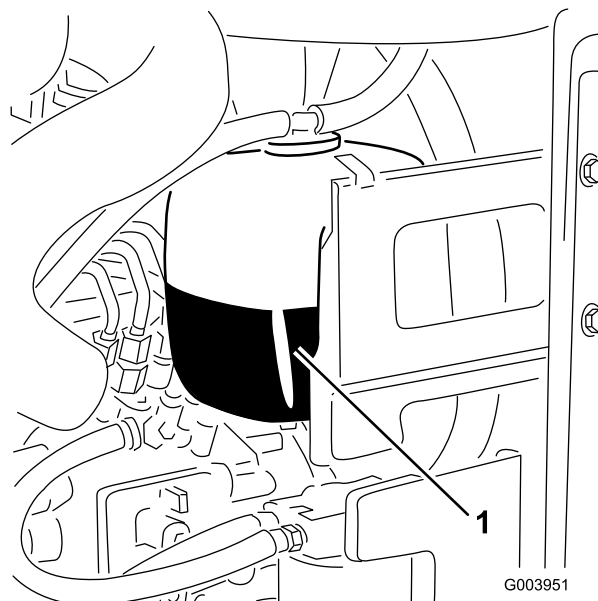

Figura 31
1. Verifique o nível de líquido de arrefecimento do depósito secundário (Figura 31).